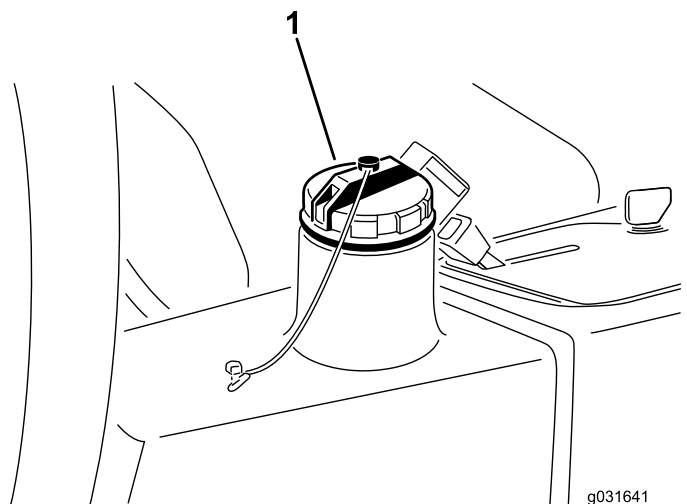

図 66
4. 油圧オイルタンク 図 66 に約 13.2 リットルの油圧オイルを入れる 油圧作動液の仕様 (ページ 49) と油圧オイルの量を点検する (ページ 49) を参照。